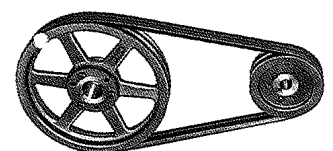

FIGURA P7-26 Problema 7-57 Transmisión de banda de dos ranuras Cortesia de T. B. Wood's Sons Co., Chambersburg, PA
- †7-57 La figura P7-26 (p. 265) muestra una transmisión de banda en V. Las poleas tienen diámetros de paso de 150 y 300 mm, respectivamente. La polea más pequeña es impulsada a una velocidad constante de 1 750 rpm. Para un elemento diferencial de sección transversal de la banda, escriba las ecuaciones de su aceleración para una vuelta completa alrededor de ambas poleas, incluido su recorrido entre ellas. Calcule y grafique la aceleración del elemento diferencial con respecto al tiempo para un circuito alrededor de la trayectoria de la banda. ¿Qué dice su análisis sobre el comportamiento dinámico de la banda? Relacione sus hallazgos con su observación personal de una banda de este tipo en operación. (Visite el taller mecánico de su escuela y vea bajo el cofre de un automóvil, ¡pero cuidado con los dedos!)